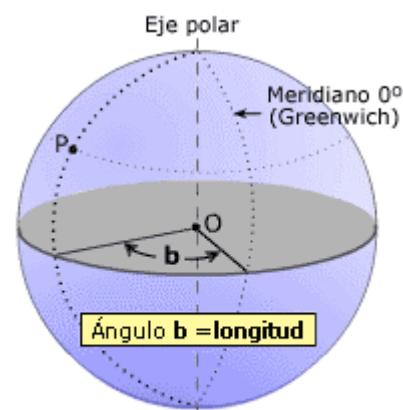

Fig.8.2.5 - Longitud de un punto P.
Se puede ver en la fig.8.2.5, que el ángulo **b** mide la distancia angular del meridiano del lugar **P** con el meridiano 0° (meridiano de Greenwich). Es lo mismo medir este ángulo sobre el círculo del ecuador que sobre el círculo del paralelo que pasa por el punto **P**, el valor angular de **b** es igual en ambos casos. En el ejemplo de esta figura, la longitud es Oeste (W) puesto que el meridiano del punto **P** está al Oeste del meridiano de Greenwich.